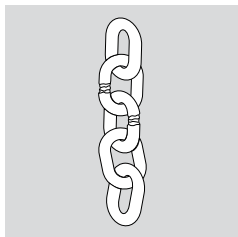

Fig. 13.1: Deformeringer
- Deformeringer på ophæng-, kæder- eller andre anhu-gningselementer (Fig. 13.1)